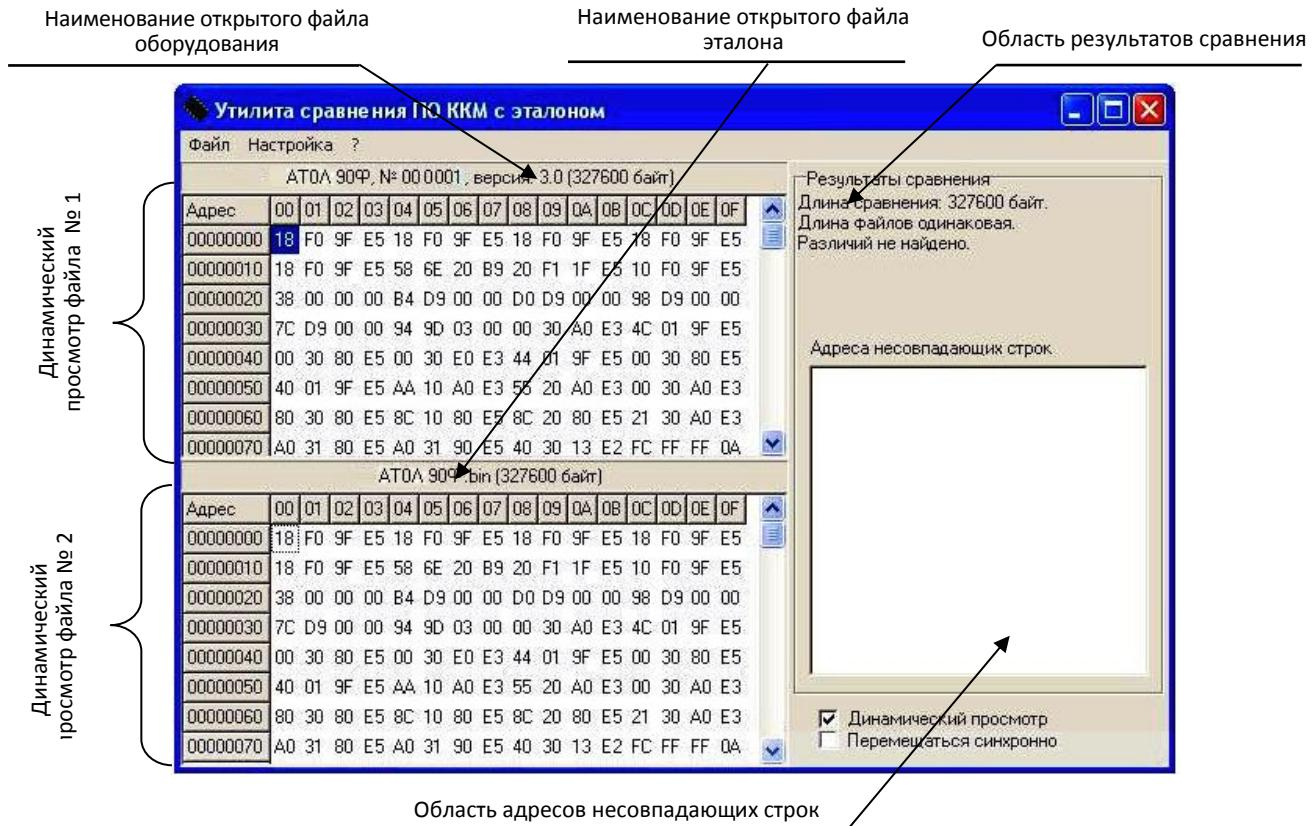

Рисунок 36. Окно утилиты Comparer.exe (открыто содержимое файлов эталона и считанного с ККТ)
3. Запустить на ПК утилиту сравнения **Comparer.exe** (смотри рисунок 36), которая предоставляется технической поддержкой компании АТОЛ.